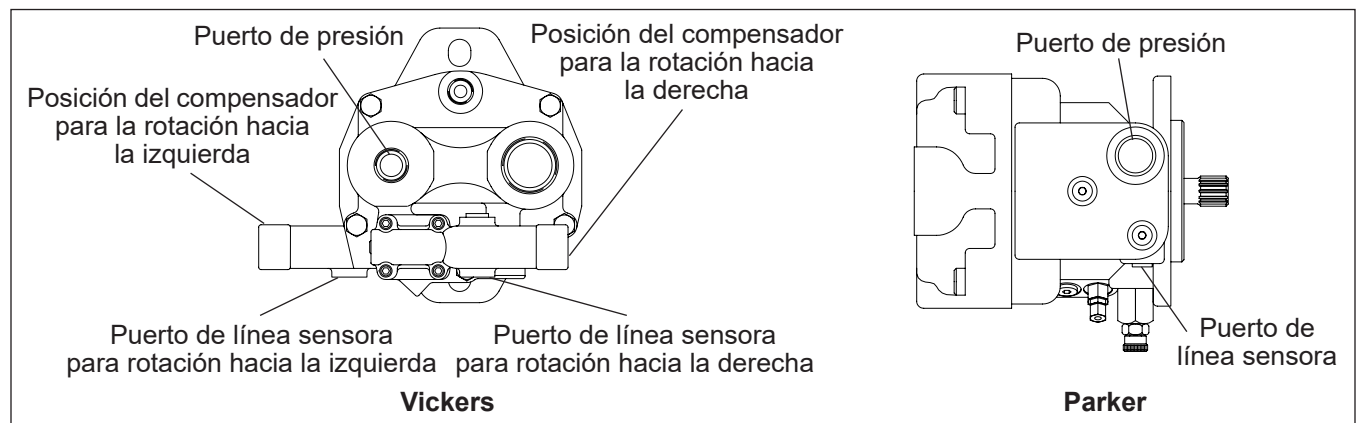

Figura 5.16 — Conexiones de la bomba
4. Desconecte la línea sensora conectada al compensador en la bomba (consulte la Figura 5.16). Tape y obture las conexiones.